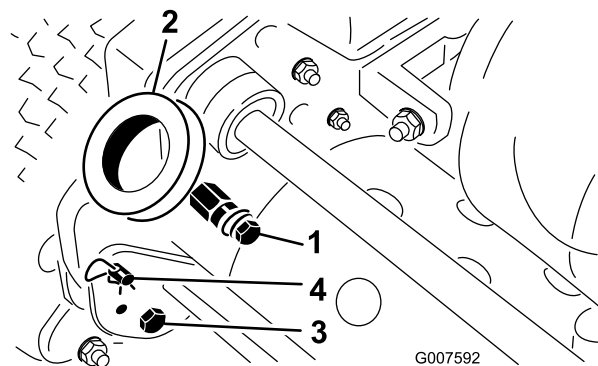

図 2
1. ハンドルアームの下部を機体両側に固定しているボルトとロックナットを取り外す 図 2。
2. ハンドルアームをフレーム後部に固定しているヘアピンコッターとリングピンを取り外す 図 2。
3. ハンドルの各端をハンドルアームの穴に差し込み、取り付けピンとハンドルの穴を整列させる 図 2。
1. 機体左右のリングピンからヘアピンコッターを抜き取る 図 2。
2. ハンドルを支えながら、左右のリングピンを抜き、ハンドルを希望の高さにセットする 図 2。